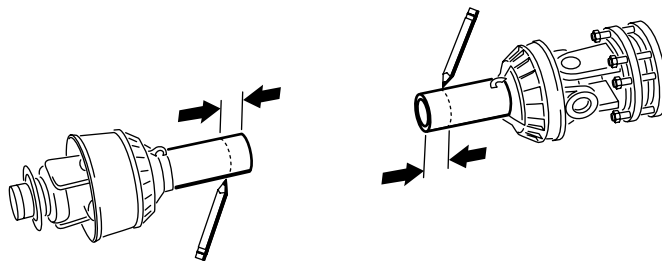
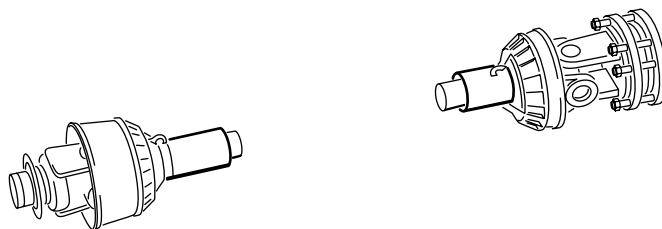

Figura 20
Figura 21
14. Utilize as dimensões determinadas no passo 11, localize, marque e corte apenas as proteções para expor os tubos (**Figura 20** e **Figura 21**).